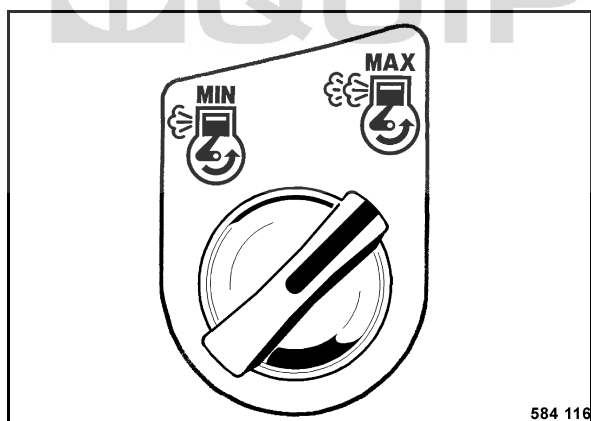

Fig. 54
- Tourner la touche rotative pour le régime du moteur vers la droite sur position "MAX" (Fig. 54).